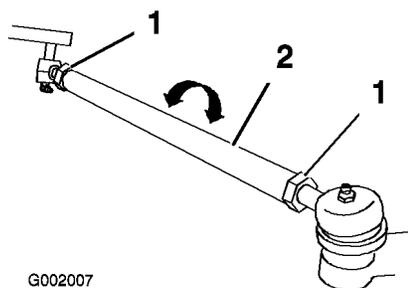

Figura 60
- Si la distancia no está en el intervalo especificado, afloje las contratuercas en ambos extremos de las bielas (Figura 60).